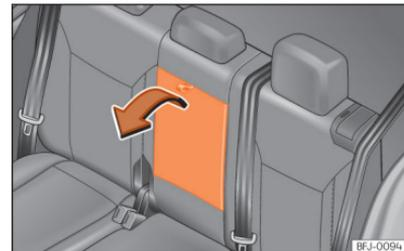

Abb. 101 Herausklappbare Mittelarmlehne hinten.
- Zum *Ausklappen* der Armlehne, Zugschlaufe in Pfeilrichtung ziehen »» [Abb. 101].